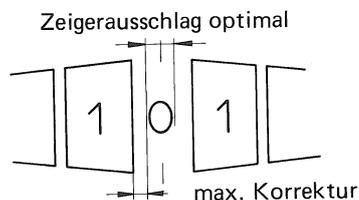

Bild 4.9.-1
Abstimmknopf (40) vorsichtig nach links und nach rechts verstimmen und gleichzeitig die Symmetrie des Zeigerausschlages kontrollieren (siehe Bild 4.9.-1).